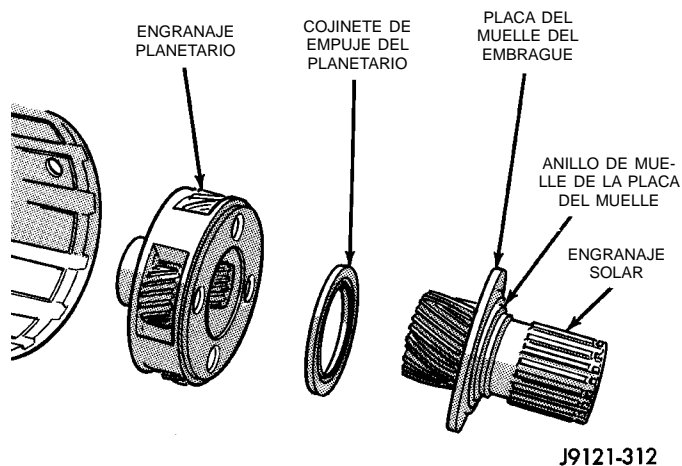

Fig. 217 Desmontaje del engranaje solar, el cojinete de empuje y el engranaje planetario
(2) Retire el engranaje solar y la placa de muelle. Luego retire el cojinete de empuje del planetario y el engranaje planetario (Fig. 217).